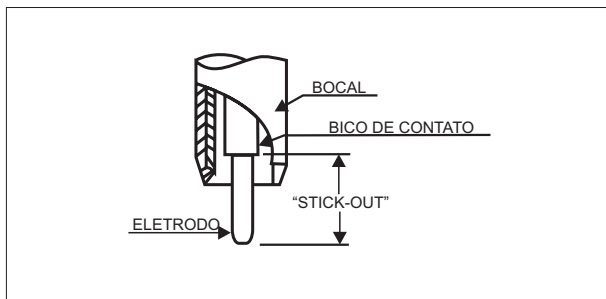

FIGURA 7 - O "Stick-out" elétrico.
- Deixe um "stick-out (Figura 7) de 20 a 25 mm;